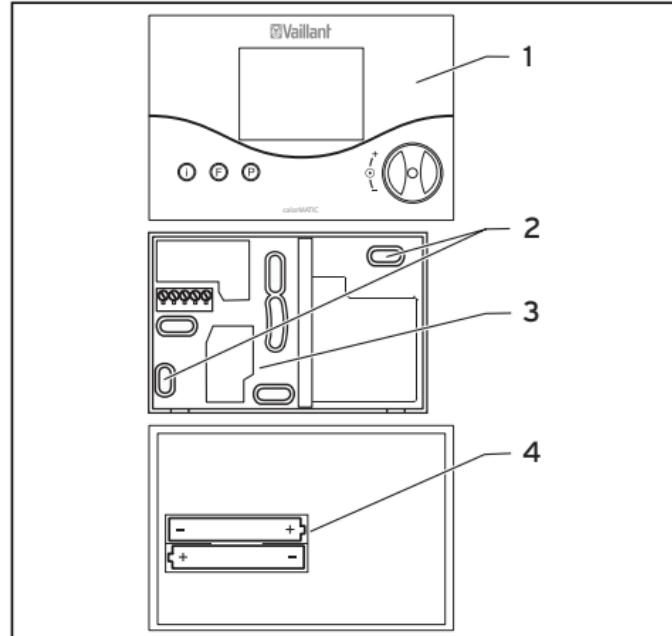

Fig. 9.3 Montage du régulateur de température ambiante
- Retirez le régulateur de température ambiante (1) de son socle mural (3).
- Percez deux trous de fixation (2) de 6 mm de diamètre (conformément à la fig. 9.3), insérez ensuite les chevilles fournies.
- Insérez les piles fournies dans le compartiment à piles situé à l'arrière du régulateur (fig. 9.3, Pos. **4**). Veillez à respectez la polarité des piles. Branchez le câble de connexion conformément au chapitre 10.